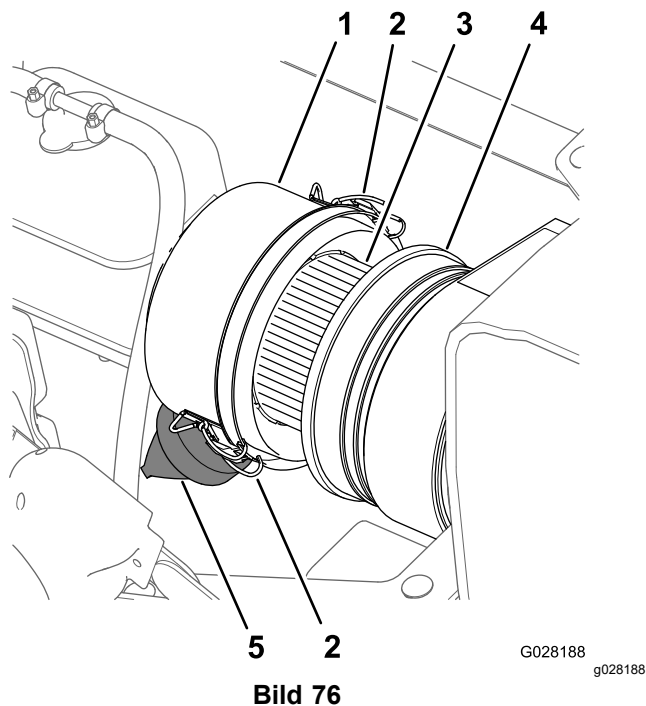

Bild 76
3. Reinigen Sie den Staubdeckel und das Luftfiltergehäuse (Bild 76).
4. Prüfen Sie das Gehäuse des Luftfilters auf Schäden, die eventuell zu einem Luftleck führen könnten (Bild 76).
5. Drücken Sie das Staubventil zusammen, um Schmutz, Staub und Rückstände zu entfernen (**Bild 76**).
7. Überprüfen Sie den Luftfiltereinsatz auf starke Staub, Schmutz- oder Rückstandsansammlungen (**Bild 76**).
8. Setzen Sie den Staubdeckel auf das Luftfiltergehäuse und befestigen den Deckel mit den zwei Riegeln (**Bild 76**).
2. Reinigen Sie den Staubdeckel und das Luftfiltergehäuse (**Bild 76**).
6. Wischen Sie die Innenseite des Staubdeckels, des Luftfiltergehäuses und des Staubventils mit einem feuchten Lappen ab (**Bild 76** und **Bild 77**).